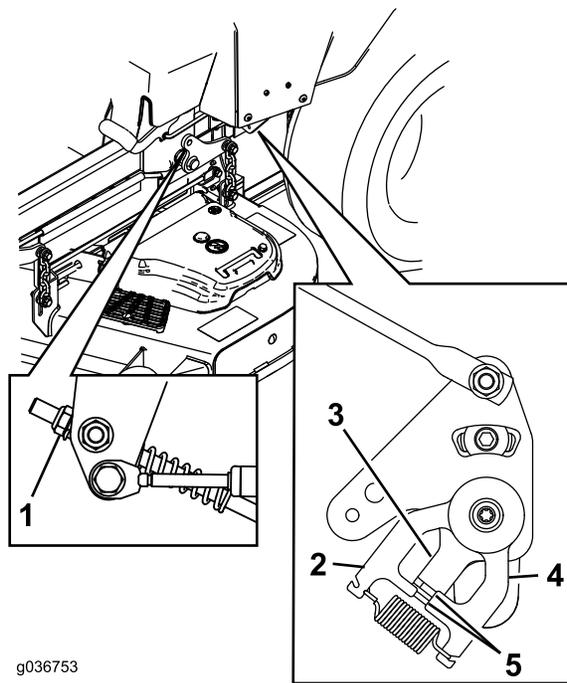

Figure 69
11. Réglez la longueur des tiges de pompes en tournant l'écrou dans le sens voulu jusqu'à ce que les roues tournent légèrement en marche arrière (Figure 69).